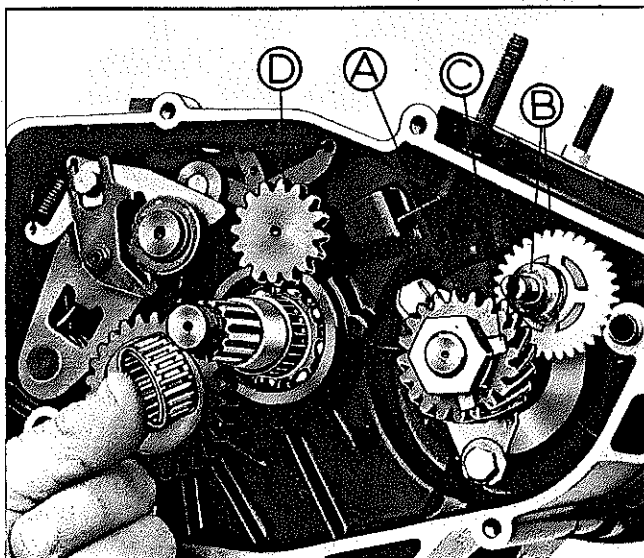

FIG. M44 - A. ENGRENAGEM DO VIRABREQUIM
13. Colocar o eixo primário e o eixo secundário no ponto morto e engrenar as engrenagens de compensação. Figura M44.